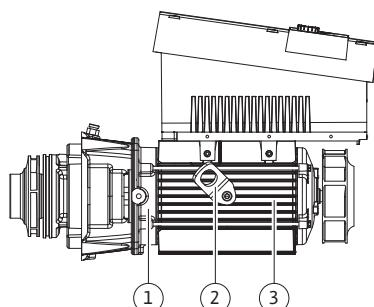

Fig. 13: Moottori-juoksupyöräyksikkö
Asennustekniseksi kuuluvat juoksupyörä (Fig. 6, pos. 6) ja tiivistelaippa (Fig. 6, pos. 7) moottori-juoksupyöräyksikköön (Fig. 13).
Tällöin kuljetussilmukat (Fig. 13, pos. 2) poistetaan moottorilaipasta (Fig. 13, pos. 1) ja asetetaan moottorin koteloon ja kiinnitetään jälleen samoilla ruuveilla moottorin koteloon (Fig. 13, pos. 3).